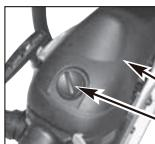

Fig. 18A
2. Rimuovere la manopola (A) di fissaggio del coperchio del filtro dell'aria, rimuovere la copertura superiore (B) allentando le viti di fissaggio della copertura. È così possibile rimuovere la copertura. (Fig. 18A)